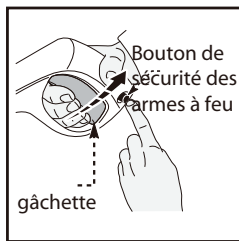

Fig. 5
- Pour le blocage de la gâchette du pistolet, visez le pistolet loin de votre figure et mouvez le bouton de sécurité situé sur le pistolet de gauche à droite (Figure 5). Après, appuyez sur la gâchette afin de vérifier qu'elle soit bloquée et qu'elle ne bouge pas. Veuillez vous habituer à mettre toujours le bouton de sécurité en position de blocage de la gâchette quand vous n'êtes pas en train d'utiliser le nettoyeur. Cela met le pistolet en sécurité et empêche la mise en marche accidentelle de l'appareil.